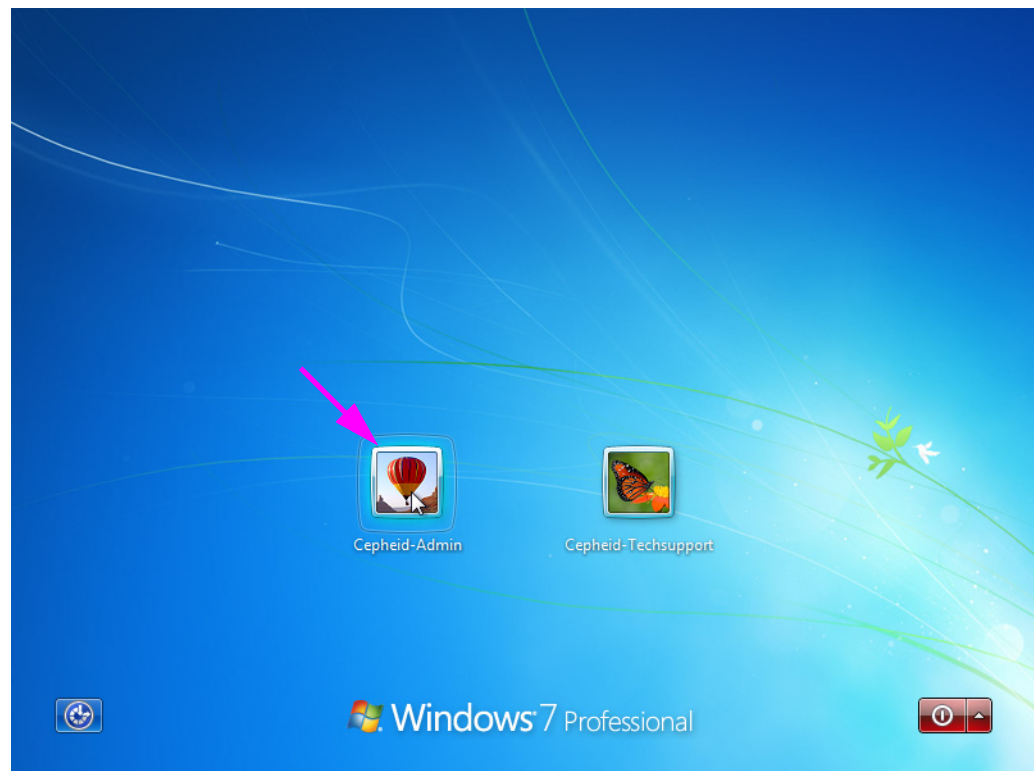

Figure 2-13. Écran du compte Windows 7
- Dans Windows 7, l'écran du compte Windows s'affiche. Voir la Figure 2-13.
3. Sur l'écran du compte Windows, sélectionnez le compte utilisateur Cepheid (voir la Figure 2-13 et la Figure 2-16).
L'ordinateur du Système GeneXpert Dx est configuré avec deux comptes Windows. Le compte **Cepheid-Admin** est destiné aux tâches d'administrateur du type mises à jour de logiciel, configuration du système et utilisation normale ; alors que le compte **Cepheid-Techsupport** est réservé exclusivement au support technique de Cepheid. Voir la Figure 2-13 et la Figure 2-16.